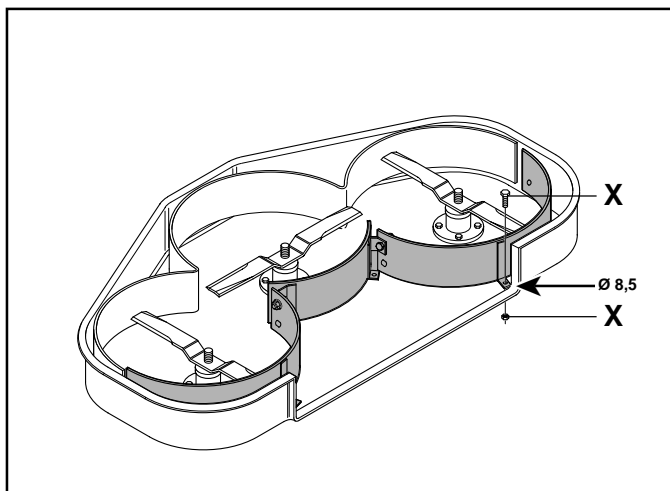

Fig. 13
Posizionare il complessivo così ottenuto all'interno della scocca (Fig. 13) e assicurarsi che le lame possano girare liberamente.
Successivamente forare la scocca usando come maschera il complessivo appena posizionato (Fig. 13), con una punta di diametro di 8,5 e fissare il tutto con viti e dadi (X).
Position the finished assembly inside the housing (Fig. 13) and make sure that the blades are free to turn.
Now drill the housing with an 8.5 diameter bit using the positioned assembly as a template (Fig. 13) and join everything together with bolts and nuts (X).
Die so erhaltene Einzelteilgruppe innerhalb des Gehäuses (Abb. 13) anordnen und sicherstellen, daß die Messer sich frei bewegen können.
Anschließend das Gehäuse mit einem Bohrer mit 8,5 Durchmesser anbohren, wobei die gerade angeordnete Einzelteilgruppe als Schablone benutzt wird (Abb. 13) und alles mit den Schrauben und Muttern (X) befestigen.
Placer l'ensemble ainsi obtenu à l'intérieur du châssis (Fig. 13) et s'assurer que les lames peuvent tourner librement.
Ensuite percer le châssis avec un forêt de 8,5 mm en utilisant comme gabarit l'ensemble qui vient d'être mis en place (Fig. 13) et fixer le tout avec les vis, les écrous (X).
Colocar todo en el interior del bastidor (Fig. 13) y controlar que las cuchillas puedan girar bien.
A continuación, agujerear el bastidor con una punta con diámetro 8,5 y usando como plantilla los elementos ya montados y colocados en él (Fig. 13); fijar todo con tornillos, y tuercas (X).